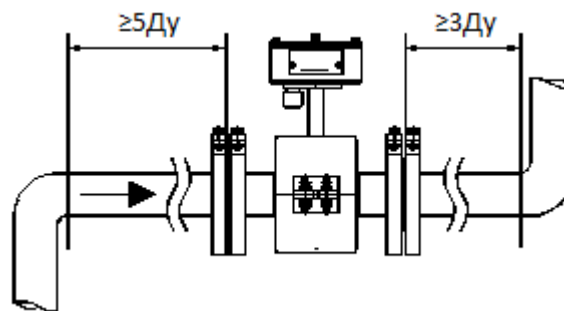

Рисунок 6.5
Перед включением расходомеров в электрическую сеть необходимо заземлить их составные части (см. рис.6.5).
6.2.7 Расходомер необходимо располагать в той части трубопровода, где пульсации и завихрения минимальные. При установке расходомера необходимо обеспечить прямолинейные участки трубопровода длиной не менее 5 ДУ до и 3 ДУ после ППР (см. рисунок 6.5).